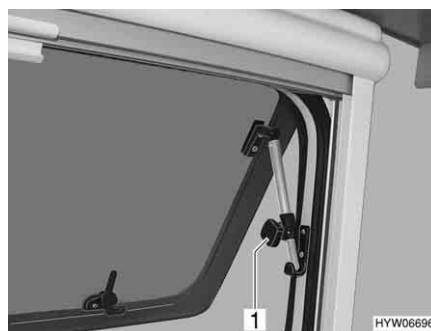

Fig. 19 Finestra apribile con deflettori a rotazione, aperta
- Aprire la finestra apribile fino alla posizione desiderata e fissarla mediante il pomello zigrinato (Fig. 19,1).
- Ruotare il pomello zigrinato (Fig. 19,1) fino a che l'arresto viene sbloccato.